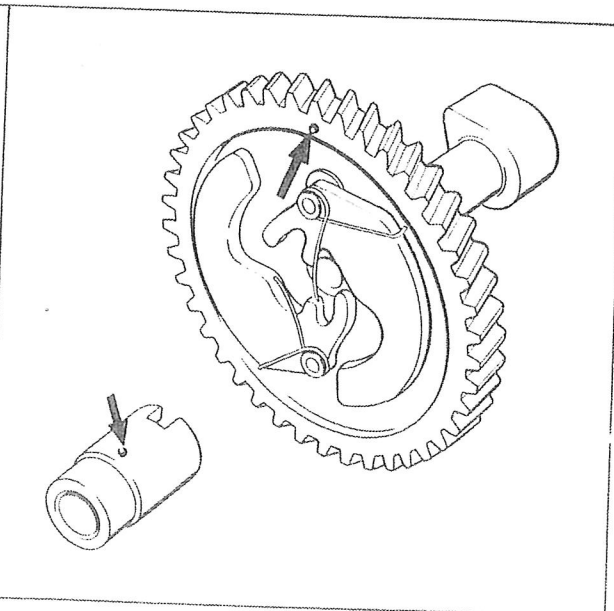

FIGURE 12.5 -- REPERES DE REGLAGE - ARBRE A CAMES PRE-ACR
- c. Placer l'arbre à cames à l'intérieur du bloc. Nota: Sur les modèles pré-ACR avec l'arbre à cames d'avance à l'allumage automatique, écarter le dispositif d'attaque et insérer la came - aligner les repères de réglage sur la came et sur le pignon comme indiqué à la figure 12.5.